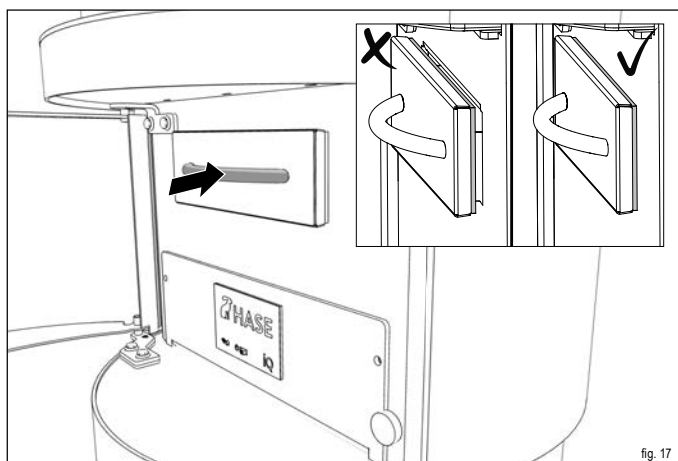

fig. 17
Durante l'inserimento assicurarsi che il cassetto di raccolta della cenere collida con la guarnizione (fig. 17). Si eviterà in tal modo di interferire con il processo di combustione a causa di un'alimentazione scorretta dell'aria. Per rimuovere il cassetto di raccolta della cenere procedere come segue:
- ✓ **Spingere il cassetto di raccolta della cenere di nuovo nell'apertura in modo tale che esso collida con la guarnizione (fig. 17).**
- ▶ Spingere il cassetto di raccolta della cenere di nuovo nell'apertura (fig. 17).